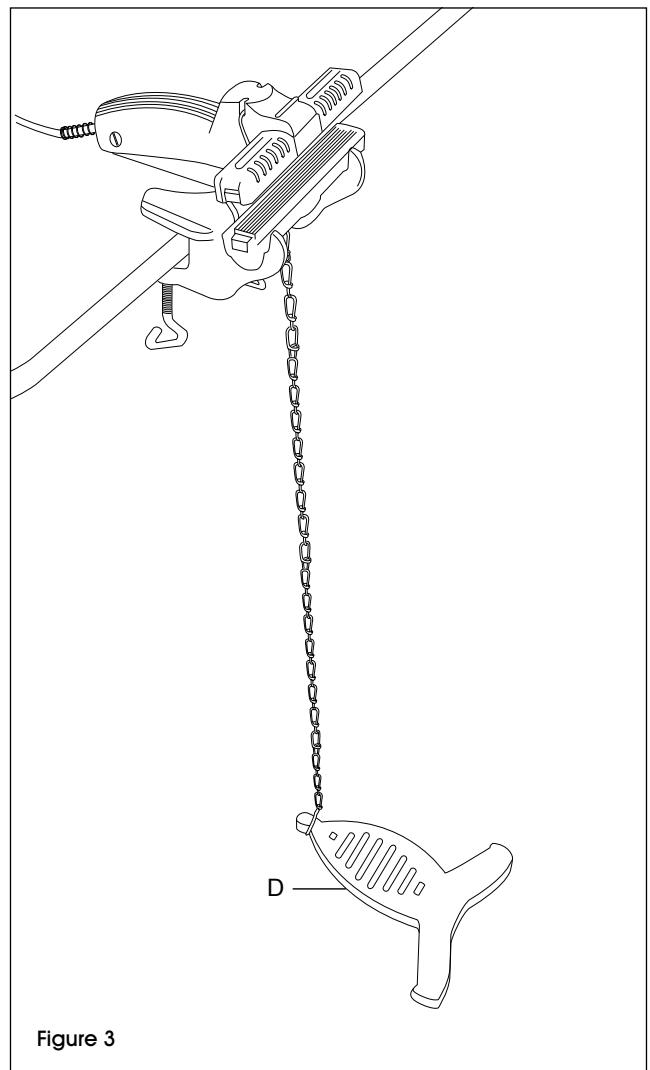

Figure 3
Rest the sealer on the clamp brackets. Attach the other end of the chain to the "S" hook on the foot pedal (D). (See Figure 3)
3. Position the foot pedal directly underneath the sealer and pointed away from you, so the tip with the "S" hook is pointing toward the sealer (or table). Leave enough tension in the chain so that the tip of the pedal lifts 2-3" from the floor. (See Figure 3)
4. Placez la pédale directement en dessous de la scelleuse dans la direction opposée à vous-même, afin que la pointe avec le crochet en « S » soit orientée vers la scelleuse (ou la table). Laissez suffisamment de tension dans la chaîne afin que la pointe de la pédale soit levée de 5 à 8 cm (2 à 3 po) du plancher. (Voir Figure 3)
3. Déposez la scelleuse sur les supports de serrage. Fixez l'autre extrémité de la chaîne au crochet en « S » sur la pédale (D). (Voir Figure 3)